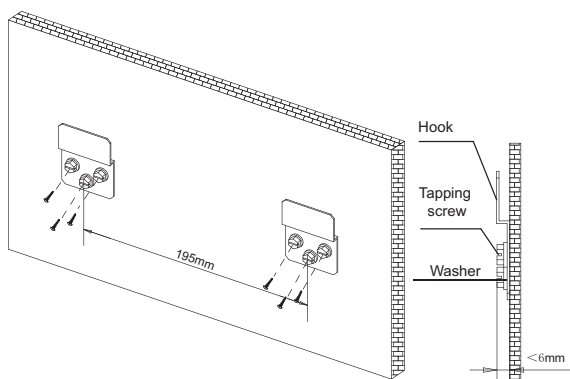

Fig.5-5
- Fijar los soportes con tornillos a la pared, asegurarse de que puede soportar el peso de la unidad (ver Fig.5-5).